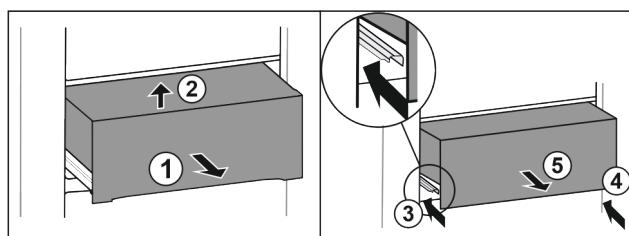

Fig. 24
- Изтеглете чекмеджето наполовина Fig. 24 (1).
- Повдигнете отпред Fig. 24 (2).
- Вкарайте лявата релса Fig. 24 (3).
- Вкарайте дясната релса Fig. 24 (4).
- Извадете чекмеджето напред Fig. 24 (5).